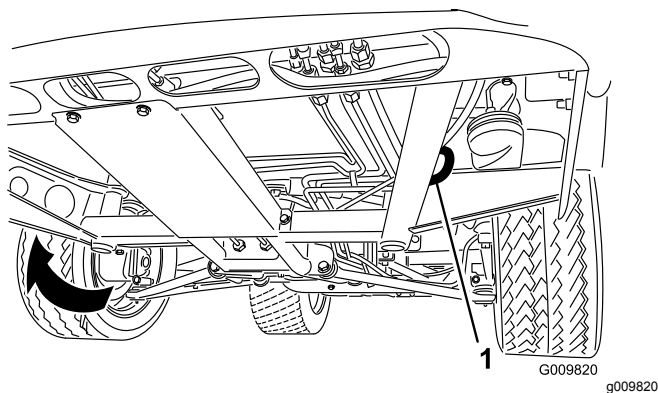
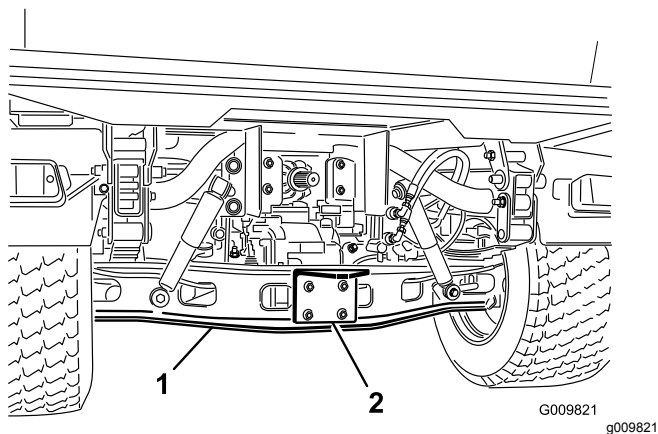

Рисунок 19
Рисунок 20
См. местонахождение точек крепления автомобиля на Рисунок 19 и Рисунок 20.
1. Прикрепите буксирный трос к сцепному устройству в передней части рамы автомобиля (Рисунок 19).